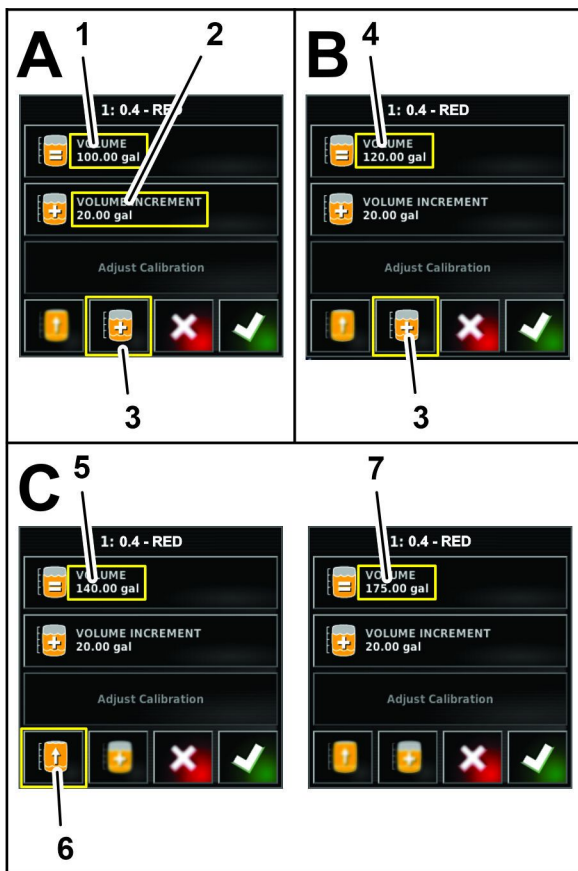

Bild 127
4. Wenn Sie weitere Chemikalien dem Wasser hinzufügen, tippen Sie auf das VOLUME INCREMENTS-Symbol (Bild 127).
5. Geben Sie auf der numerischen Bildschirmtastatur die Erhöhung des Produktvolumens ein (z. B. Chemikalien zu Wasser), das Sie dem Behälter hinzufügen und tippen Sie auf das Bestätigen-Symbol (Bild 127).
6. Wenn Sie weitere Chemikalien dem Wasser hinzufügen, füllen Sie das Produkt in den Behälter und tippen Sie auf das PRODUKTMENGE ERHÖHEN-Symbol (Bild 127).
7. Wenn Sie den Behälter ganz mit einem Produkt oder Wasser füllen, können Sie auf das Symbol TANK AUF KAPAZITÄT FÜLLEN tippen (Bild 127).